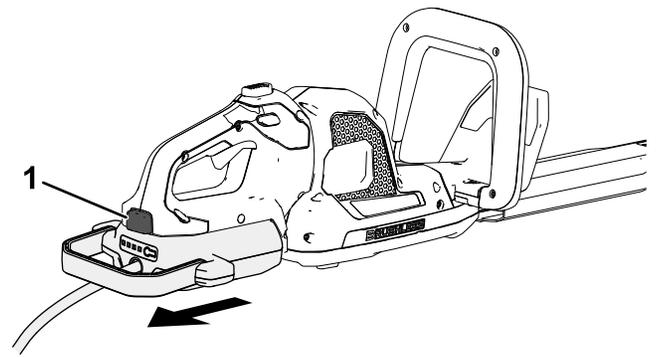

Figure 6
1. Appuyez sur le bouton de verrouillage sur l'outil et retirez le connecteur de batterie de l'outil (Figure 6).